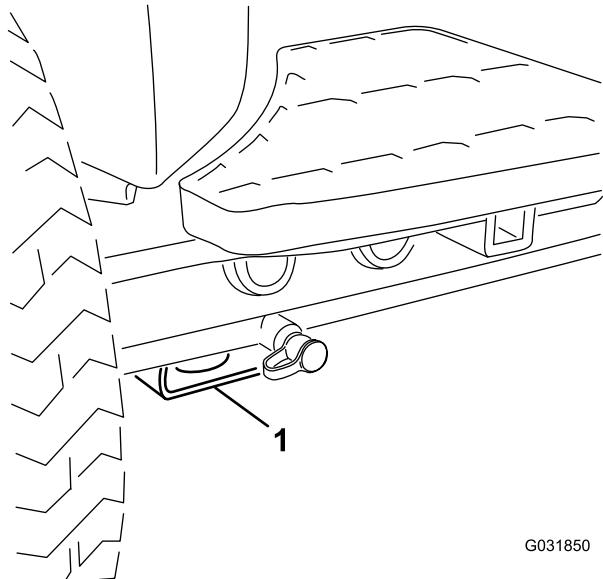

Figure 63
- **Avant de la machine** – patin rectangulaire, sous le tube d'essieu, à l'intérieur de chaque roue avant (Figure 63).